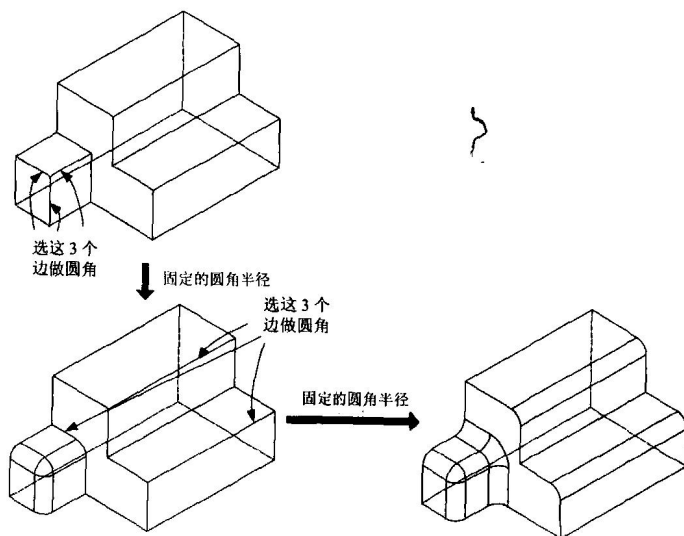

图 1.4
- ◆ **Constant**(常数): 固定的圆角半径值(见图 1.4)。